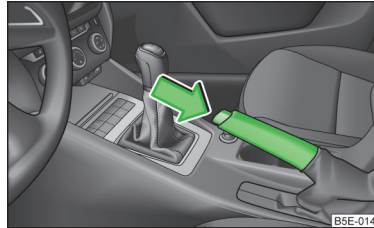

Fig. 93
- Trageți puțin în sus maneta frânei de mână și apăsați **simultan** butonul de blocare » fig. 93.